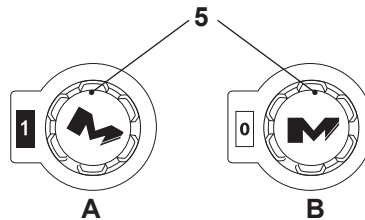

Fig. 14
- > Ponga el interruptor on/off (5) en su posición "1" para arrancar el producto (Fig. 14, A).
- > Ponga el interruptor on/off (5) en su posición "0" para apagar el producto (Fig. 14, B).